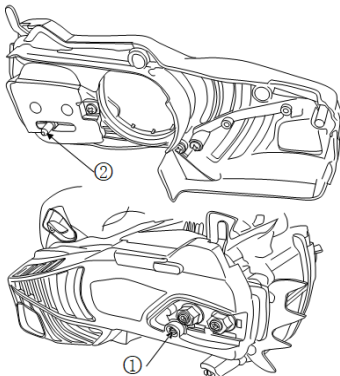

Abb. 5
- 4) Drehen Sie die Schraube des Kettenspanners nach links (Abb. 5, Pos. 1), sodass der Kettenspanner-Bolzen (Abb. 5, Pos. 2) nach hinten verstellt wird.